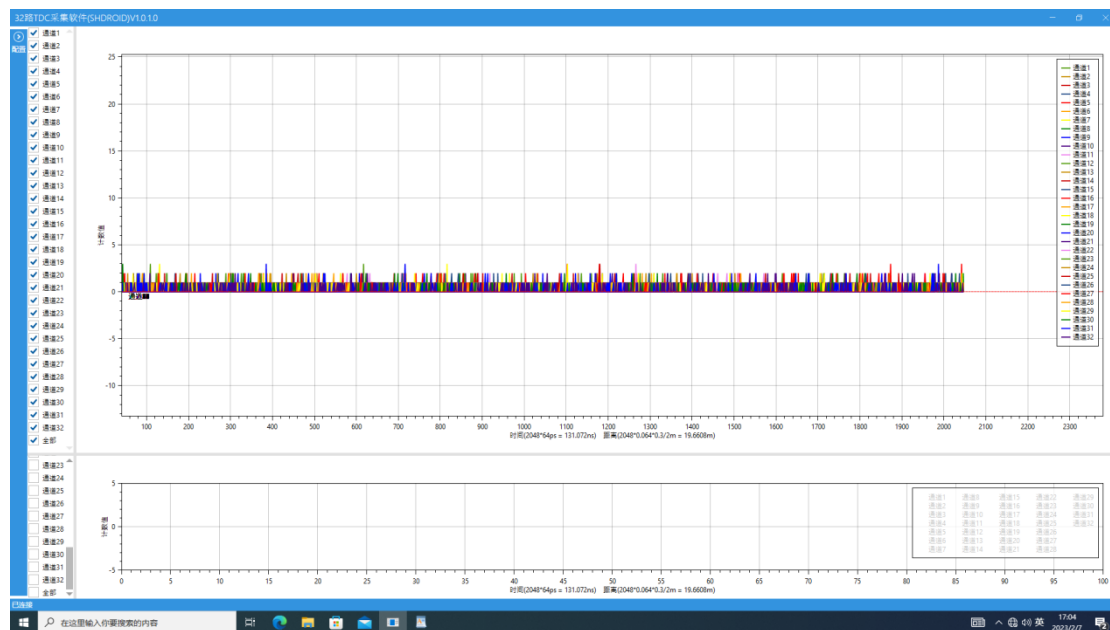

图14 背景噪声信号
1.6.3 背景噪声信号数据的测量，将激光机（被测光源）关闭，使L32阵列探测器，处于相对黑暗的环境中，点击触发，对背景的噪声信号进行测量，再通过上位机软件解析展示。如图14所示。